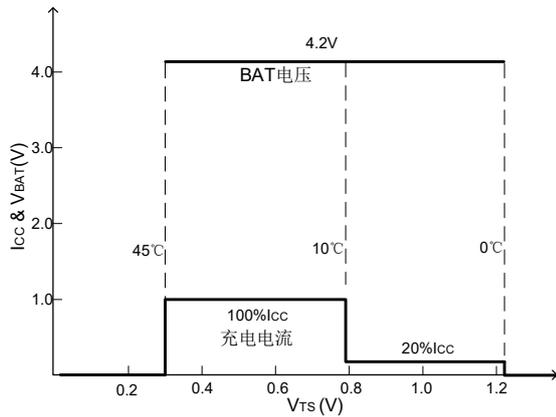

图 6-1 特殊分段 NTC 功能
①**标准 NTC 功能：**由电池内的 NTC 热敏电阻和电阻分压网络采样的电压来监控电池温度。SY6102 将 TS 管脚的电压同芯片内部的两个阈值 V_{LOW} 和 V_{HIGH} 相比较，以确认电池的温度是否超出正常范围。在 SY6102 内部， V_{LOW} 被固定在 $45\% \cdot V_{\text{IN}}$ ， V_{HIGH} 被固定在 $80\% \cdot V_{\text{IN}}$ 。如果 TS 管脚的电压 $V_{\text{TS}} < V_{\text{LOW}}$ 或 $V_{\text{TS}} > V_{\text{HIGH}}$ ，则表示电池的温度太高或者太低，充电过程将被暂停；如果 TS 管脚的电压 V_{TS} 在 V_{LOW} 和 V_{HIGH} 之间，充电周期则继续。如果 NTC 直接接 GND (NTC 电压低于输入电压 5%)，温度检测功能将被屏蔽。若不使用 NTC 功能，NTC 引脚必须接到 GND。
②**特殊分段 NTC 功能：**设计规范如图 6-1 所示，IC 内部有 3 个温度阈值：0℃，10℃，45℃。TS 特性是使用 IC 内部 50uA 的电流对热敏电阻偏置电压，并与内部温度阈值比较。检测到电池温度在 10℃ 到 45℃ 之间，充电器正常工作；在 0℃ 到 10℃ 之间，充电电流减为 $20\% \cdot I_{\text{CC}}$ 。在检测到温度低于 0℃ 或者高于 45℃ 时，充电器将被禁止充电。因此对于需要 NTC 保护的应用，NTC 电阻必须选用 10k 且 $\beta = 3370$ ，若不需要 NTC 保护功能，需将 TS 外接固定 10k 电阻到地。